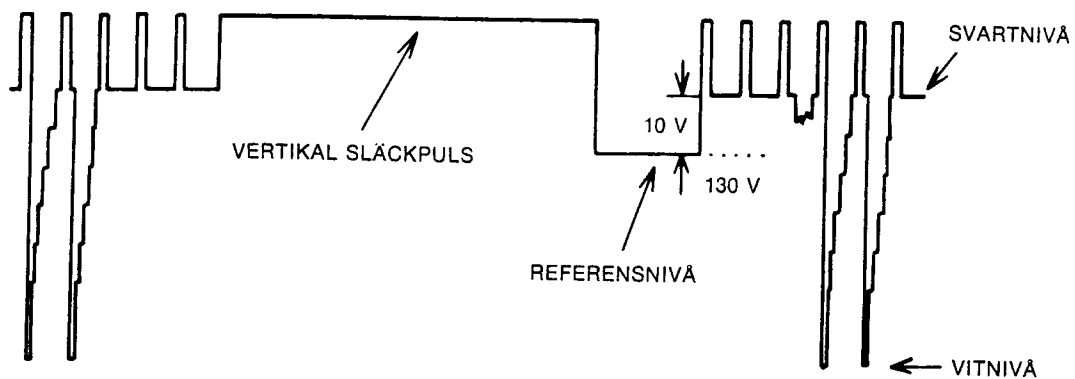

Fig. 3
- DC-nivåer RGB-slutsteg. Anslut i tur och ordning ett oscilloskop till mätpunkterna $\diamond 01$, $\diamond 02$ och $\diamond 03$ på bildrörsmodulem. Kontrollera referensnivån, och den mätpunkt som ligger högst inställes till 130V (se fig 3) med skärmgallerpotentiometern (den nedre på högspänningseenheten). Anslut oscilloskopet till $\diamond 02$ och justera med PC02 svartnivån till 10V över referensnivån (grundljusinställning).
- RGB-slutstegens förstärkning. Kontrast i maxläge. Anslut ett oscilloskop till mätpunkt $\diamond 02$ och ställ med ljuskontrollen in svartnivån till 5V under släckpulsens topp. Med PM01 inställes 87V amplitud mellan svart och vitnivån (se fig 3). Med PF03 och PF04 inställes i $\diamond 01$ och $\diamond 03$ 90 resp 78V amplitud mellan svart och vitnivåerna.